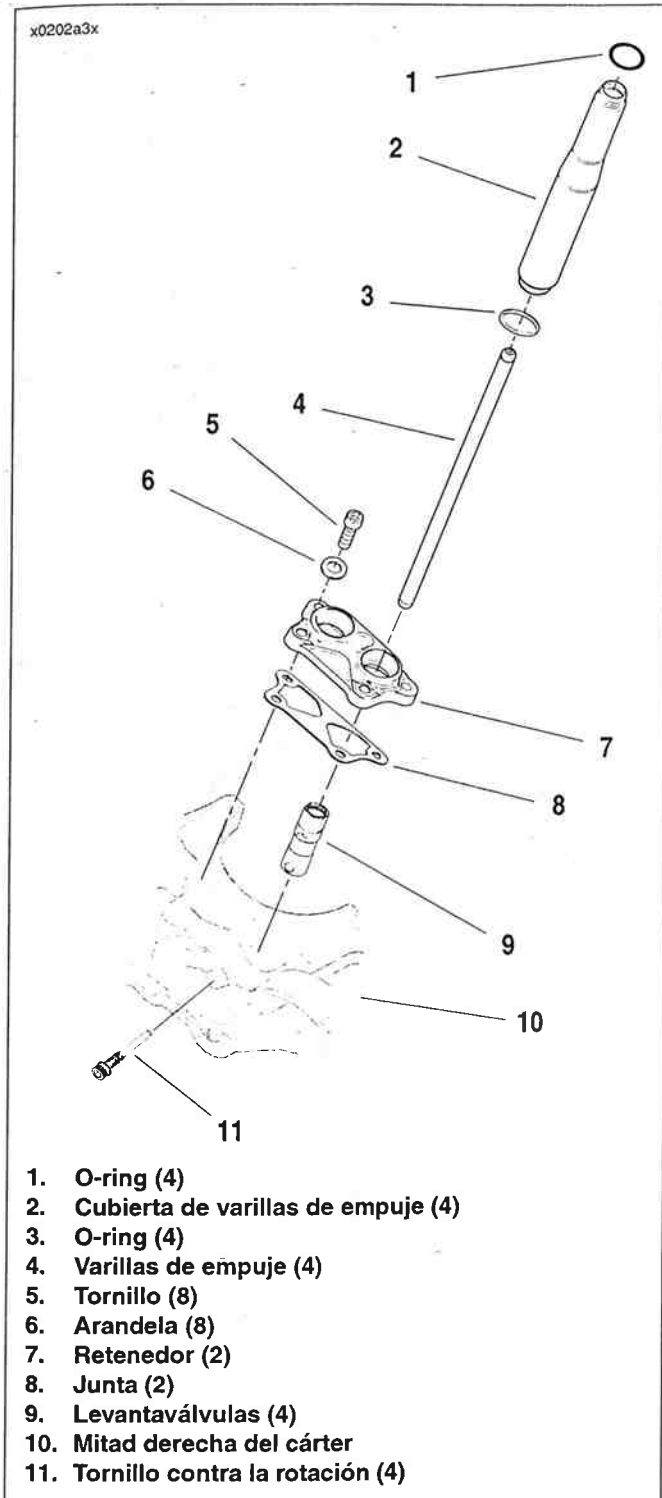

Figura 3-19. Componentes intermedios del tren de las válvulas
1. Vea la Figura 3-19. Quite las cubiertas de las varillas de empuje (2), o-ring (1, 3) y varillas de empuje (4). Marque la ubicación y orientación (superior e inferior) de cada varilla de empuje. Deseche los o-ring.
2. Extraiga los tornillos de casquillo (5) y arandelas (6). Quite el retenedor (7) y la junta (8). Deseche la junta.